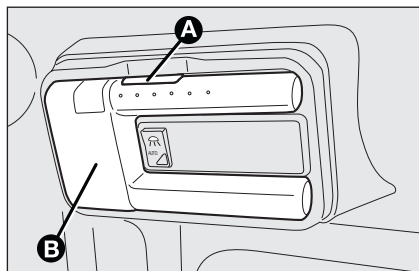

fig. 43
- ☐ presione el pulsador **A-fig. 43** y extraer la lámpara de techo desmontable **B**;